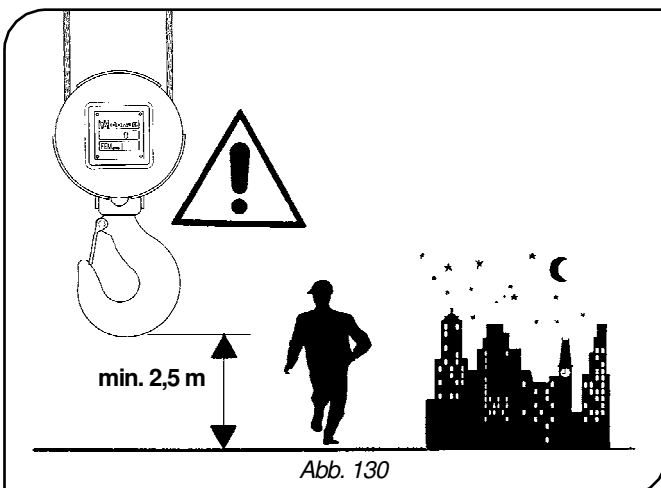

Abb. 130
- Lassen Sie den E-Zug nach Abschluss der Arbeiten **NIE** zurück, ohne Hakenflasche und Haken in eine Höhe von mindestens 2,5 m gebracht zu haben (Abb. 130).